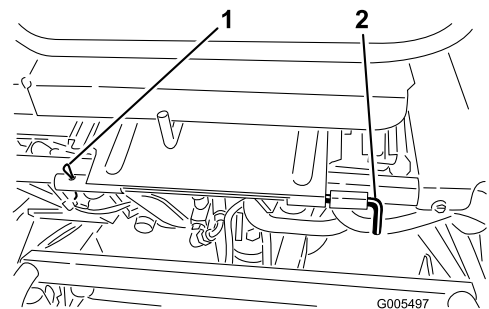

Bild 25
3. Klappen Sie den Sitz herunter und entfernen den Rollstift, mit dem die Sitzgelenkstange am Rahmen befestigt ist (**Bild 25**).